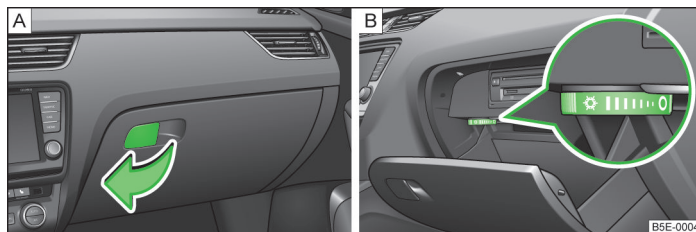

Fig. 69 Deschideți compartimentul de depozitare / operați răcirea compartimentului de depozitare
- Trageți mânerul clapetei în sensul săgeții » fig. 69 - și rabatați clapeta în jos.
- Cu comutatorul rotativ » fig. 69 - se deschide, respectiv se închide admisia aerului.